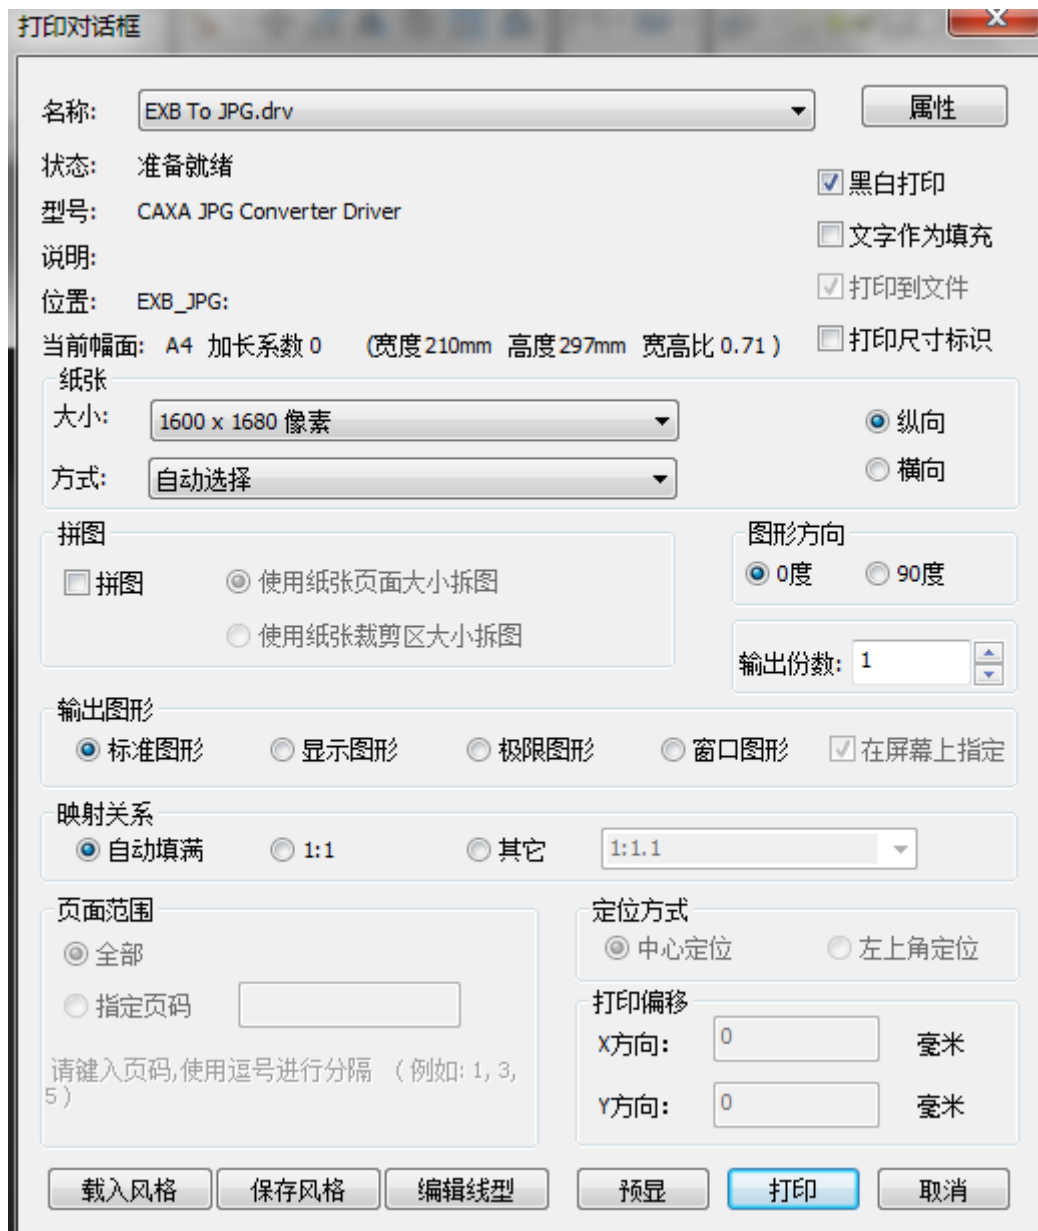
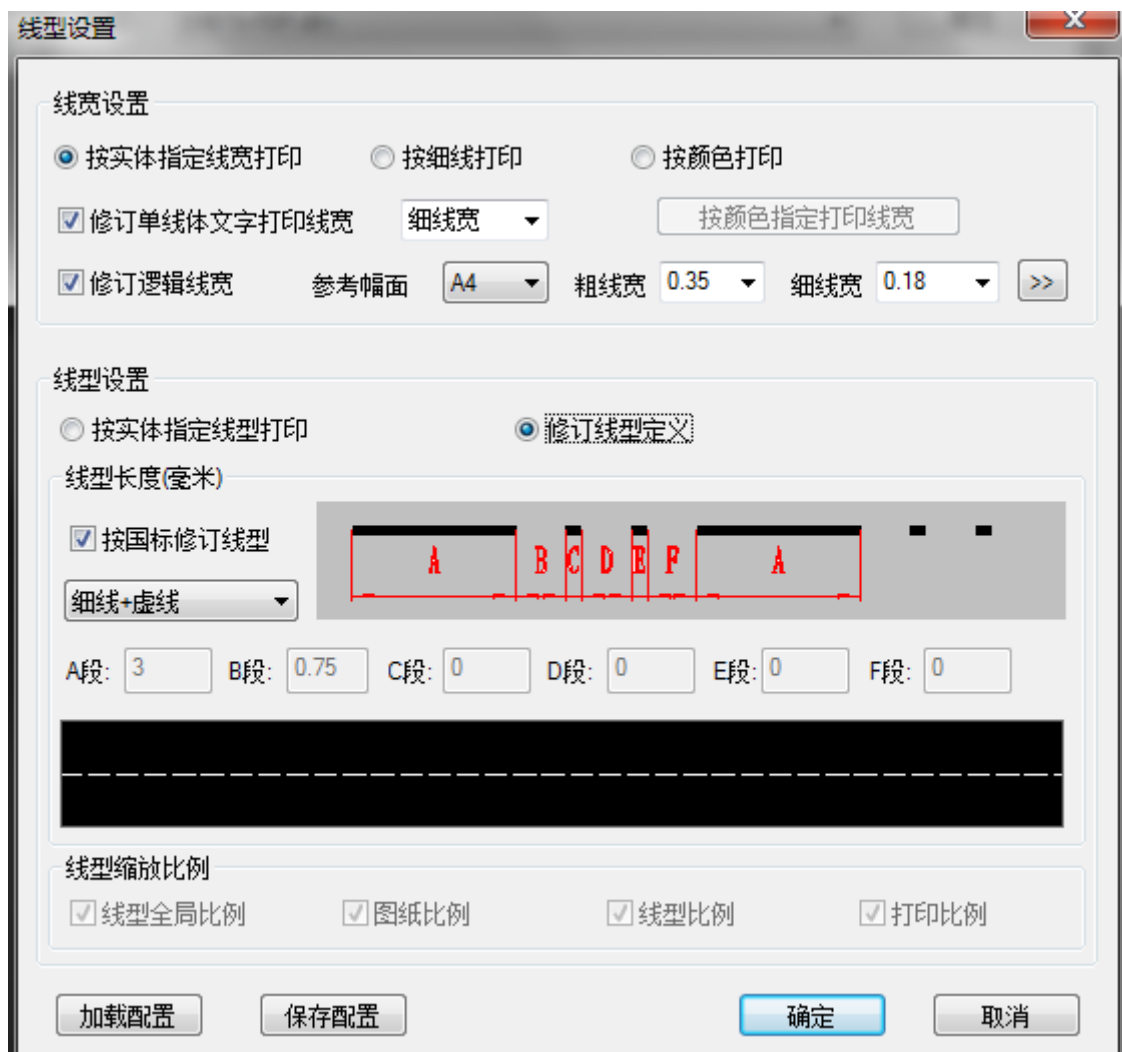

图 7-1 电子图板打印对话框
图 7-2 线型设置对话框
调用【打印】功能后，弹出如图 7-1 所示的对话框。
- 16) 线型设置：单击图 7-1 对话框中的【编辑线型按钮】，可以设置打印线型参数。本功能请见下面的 7.1.3 节的内容介绍。
单击图 7-1 对话框中的【编辑线型按钮】，之后系统弹出如图 7-2 所示的【线型设置对话框】。
在确定打印参数后，进行实际打印操作前可以通过单击图 7-1 所示对话框中的【预显按钮】，以便对将要进行打印的效果模拟查看，如图 7-6 所示。